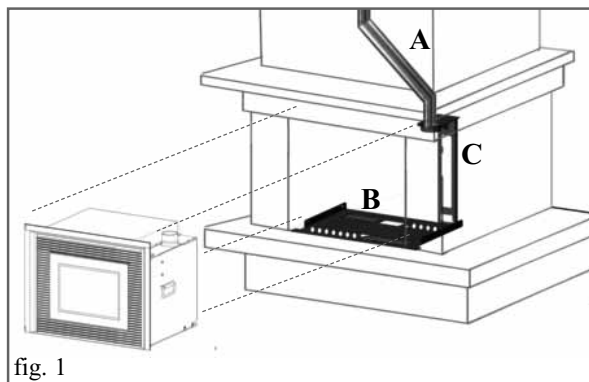

fig. 1
KIT DI FACILITAZIONE PER INSTALLAZIONE IN CAMINETTO CON RIVESTIMENTO ESISTENTE (costituito da piastra "B" e staffa "C" - fig.1)
- Avvolgere lo spezzone di canna o di canale da fumo con un materassino (G) in più strati di fibra ceramica o materiale equivalente, in modo tale che lo spessore sia tale da intasare gli spazi risultanti tra la nuova canna in acciaio e quella esistente in muratura.
- Per maggior sicurezza e facilità di posa, smontare la cornice esterna con griglia, rimuovendo il perno superiore a sinistra (E) e sfilandola verso l'alto.
- Posizionare l'inserto centrandolo sulla piastra di appoggio (B) (fig 1) spingendolo fino a fine corsa.
- allentare le 2 viti (V) della cornice interna, in corrispondenza delle asole
2) Regolazione per antina esterna non allineata "orizzontalmente" con cornice interna (Fig. 1)
- Allentare tutte le 4 viti (S) con dadi M5 della cornice interna e regolare l'allineamento della antina esterna con la cornice stessa. Ad allineamento corretto serrare i dadi M5.